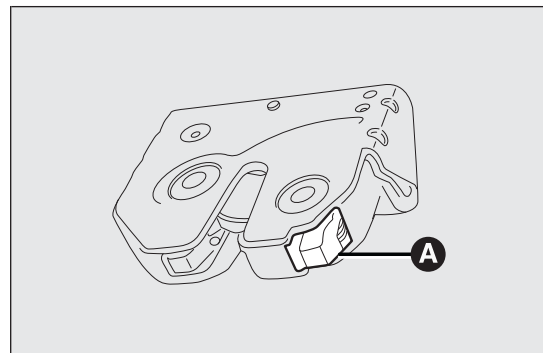

fig. 55
- pour effectuer le déblocage mécanique du hayon en intervenant de l'intérieur du compartiment à bagages, actionner le levier A fig. 55.